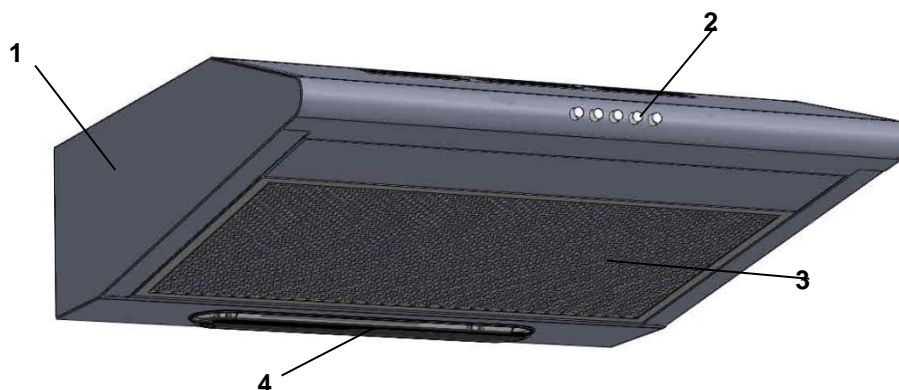

Рис.1
**5.3** Витяжка складається з наступних складових частин (рис.1)